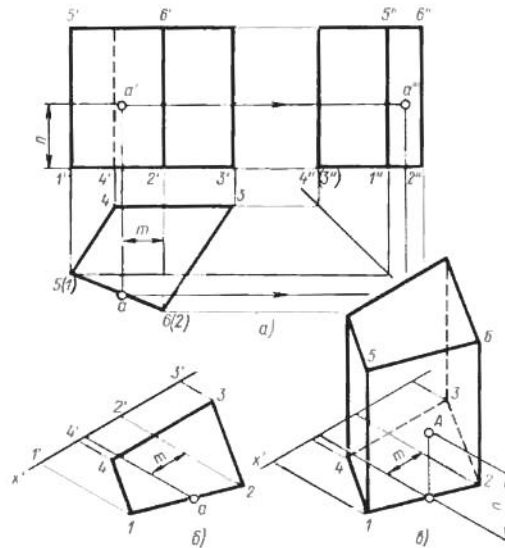

Рисунок 8 - Построение изометрии призмы и точки на ее поверхности
3. Построить точки на поверхности призмы согласно варианту, рисунок 8